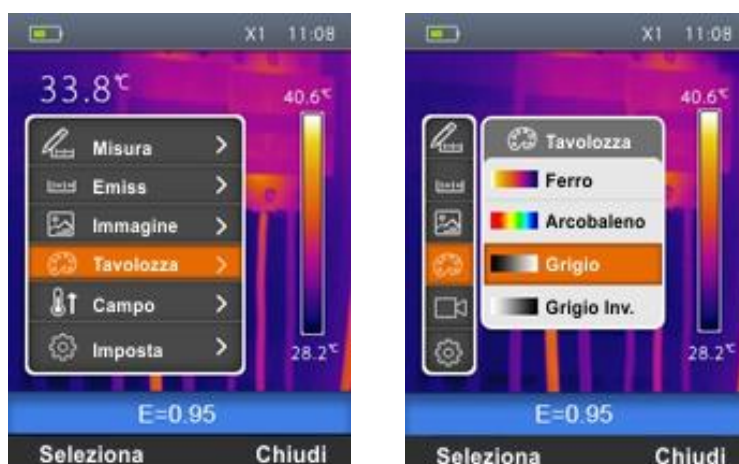

Fig. 26: Impostazione tavolozza colori
1. Selezionare la voce “Tavolozza.” con i tasti  o  e premere il tasto . La videata di Fig. 26 – Parte destra è mostrata a display: